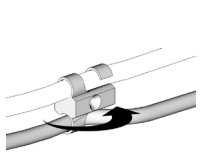

Fig. 8
7. Apporter les serre-flexibles en T sur l'extrémité noir du fouet d'air et sur le flexible de matériau (fig. 8).